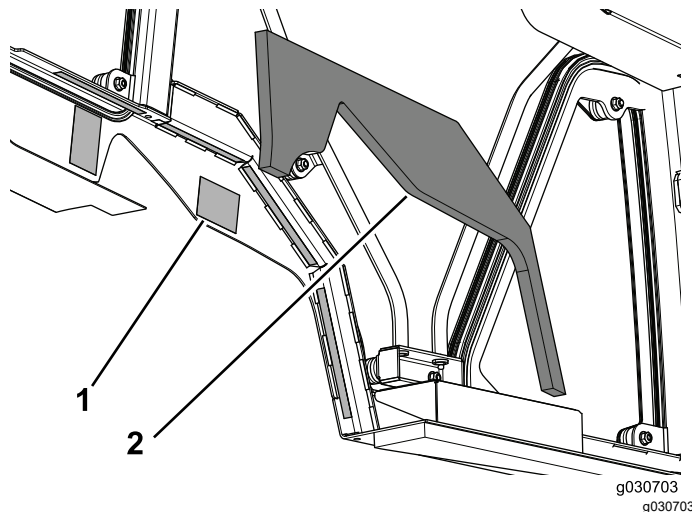

Figura 15
3. Retire o papel do verso da fita de dupla face em ambos os lados da cabine (Figura 15).
4. Aplique a esponja esquerda do depósito na unidade da cabine (Figura 15).